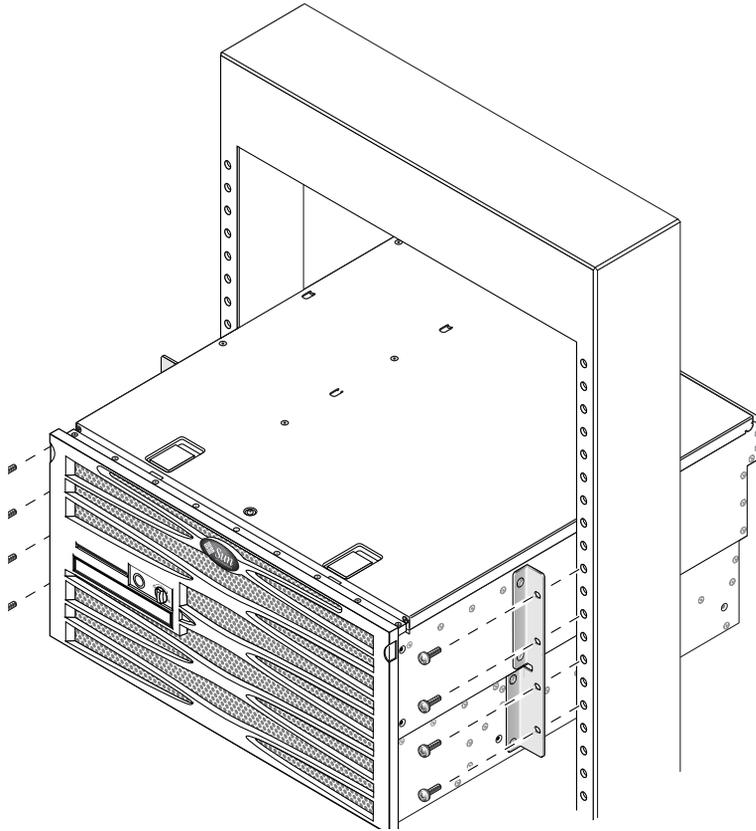

FIGURE 3-28 Installation et fixation du serveur dans un rack à deux montants
- À raison de quatre vis par support, fixez l'avant du serveur à la partie avant du rack (voir FIGURE 3-28).